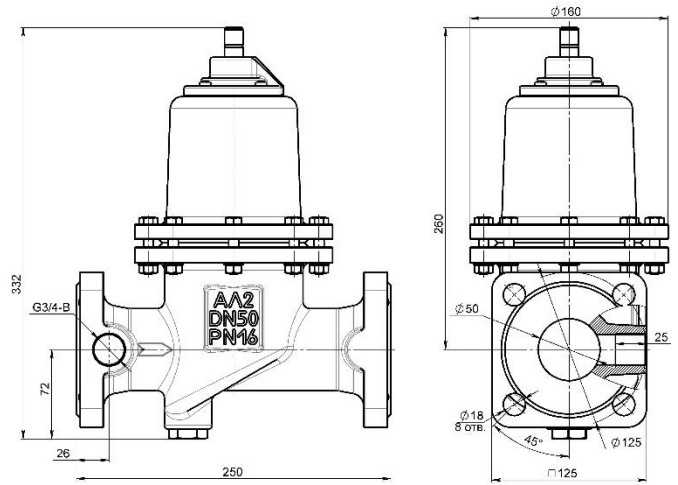

Рисунок 1 ФГС – 50 Delta 01
- При разрушении корпуса поз.1 (см. рисунок 1) ремонт по техническому состоянию не проводить.